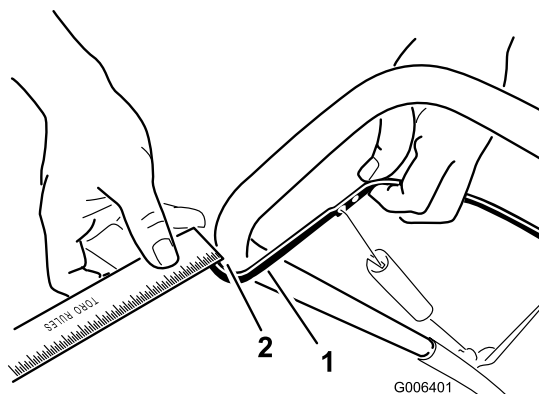

Figure 16
Rapprochez la barre de commande du guidon pour tendre le câble de commande (Figure 16).
Remarque: Vérifiez que la barre de commande et le guidon sont espacés de 2 à 3 mm (1/16 à 1/8 po) (Figure 16).
2. Accrochez le raccord en Z à un trou plus haut ou plus bas sur la biellette de réglage de manière à obtenir un espace de 2 à 3 mm (1/16 à 1/8 po) entre la barre de commande et le guidon (Figure 16).